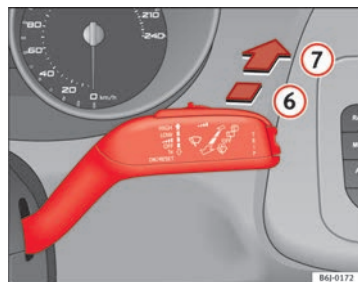

Fig. 66 Palanca del limpia-lavacristales: limpialuneta
- Presione la palanca hacia delante hasta el encastre **6** ⇒ fig. 66. El limpialuneta debe accionarse en intervalos de 6 segundos.
- Presione la palanca completamente hacia delante hasta la posición **7** ⇒ fig. 66. El limpia y el lavaluneta funcionan simultáneamente.